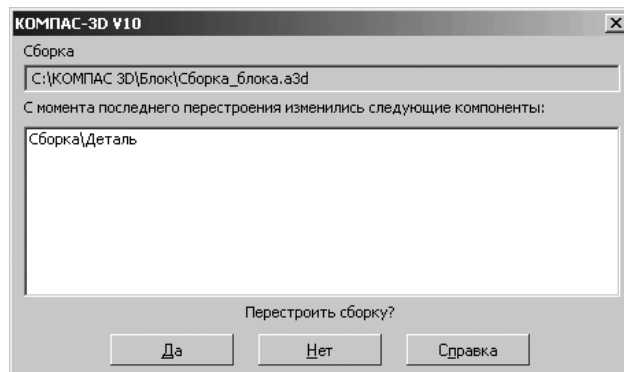

Рис. 6.89. Сообщение системы КОМПАС-3D V10 после выхода из режима **Редактировать на месте**
- щелкните на панели инструментов **Текущее состояние** по кнопке **✎ Редактировать на месте**. Появится сообщение системы КОМПАС-3D V10 (рис. 6.89);